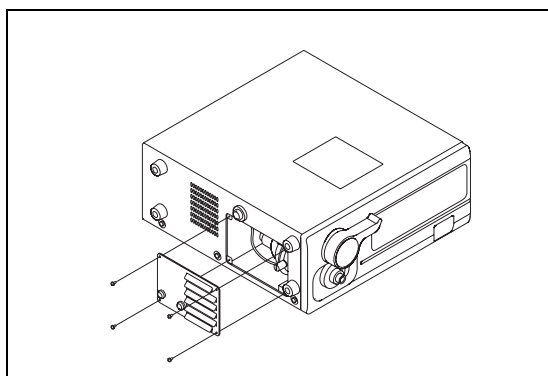

Fig.1
4) Fixer le cache de la lampe et vérifier qu'il n'est pas en contact avec le cordon ou trop près de ce dernier (Fig.1).